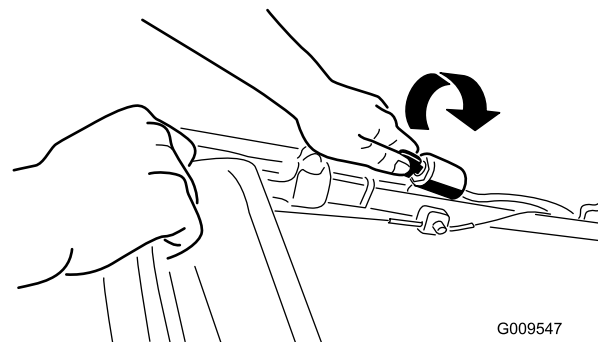
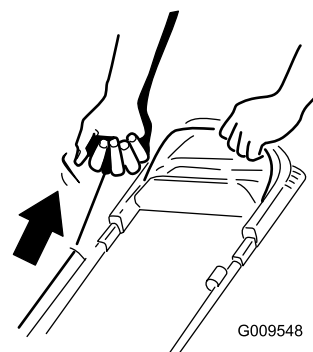

Figura 12
Figura 13
2. Gire la llave de contacto (Figura 12) (modelos de arranque eléctrico solamente) o tire del arrancador de retroceso (Figura 13).
**Nota:** Cuando tire del arrancador de retroceso, debe tirar suavemente hasta que note resistencia; luego tire con fuerza (Figura 13). Deje que la cuerda vuelva lentamente al manillar.